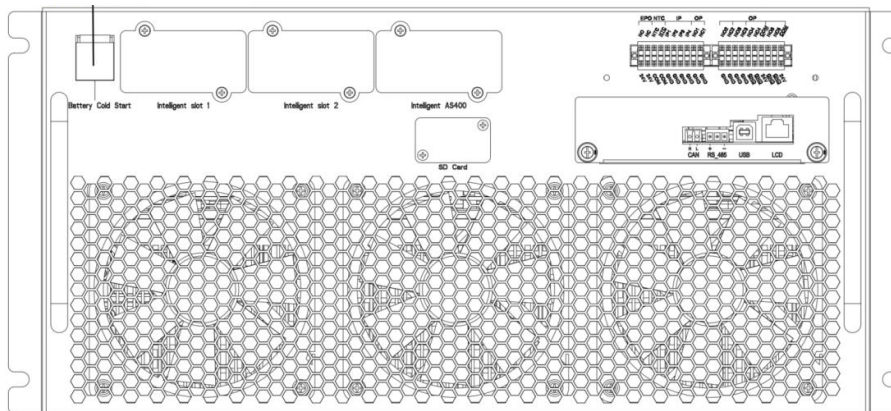

Figura 5-1 La posición del botón de arranque en frío de la batería en el armario
2. Presione el botón rojo de arranque en frío de la batería durante más de 5 segundos, el sistema se alimentará entonces con la batería, como se muestra en la Figura 5-1;